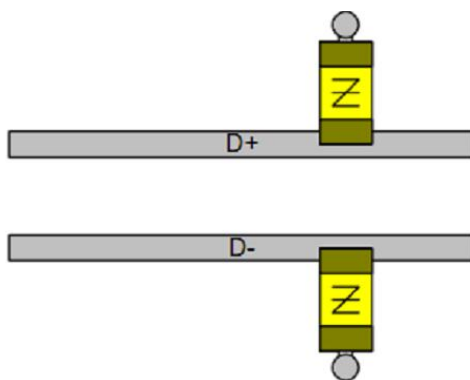

图8-10
- ESD保护器件、共模电感和大电容在布局时应尽可能的靠近USB接口，如图8-10、图8-11所示；